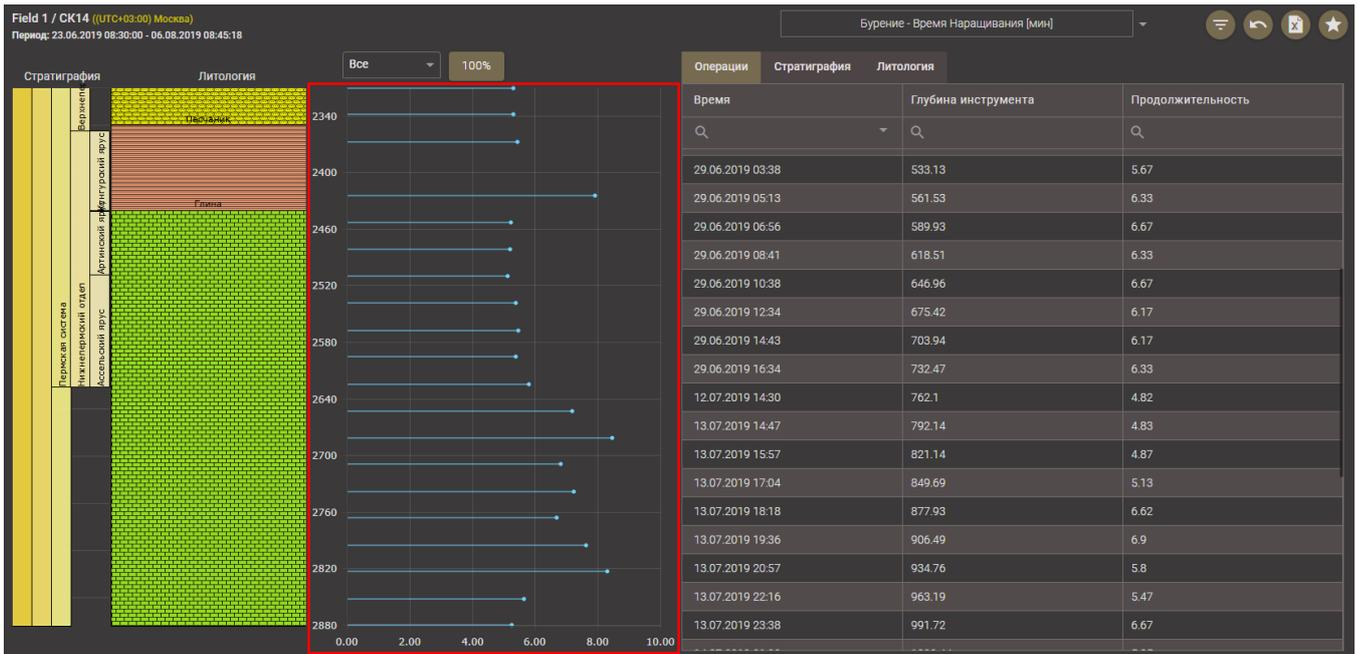

Рис. 2.92
- 2) На игольчатой диаграмме и в таблице на вкладке «Операции» отобразятся данные для выбранного показателя эффективности. (рис. 2.92).